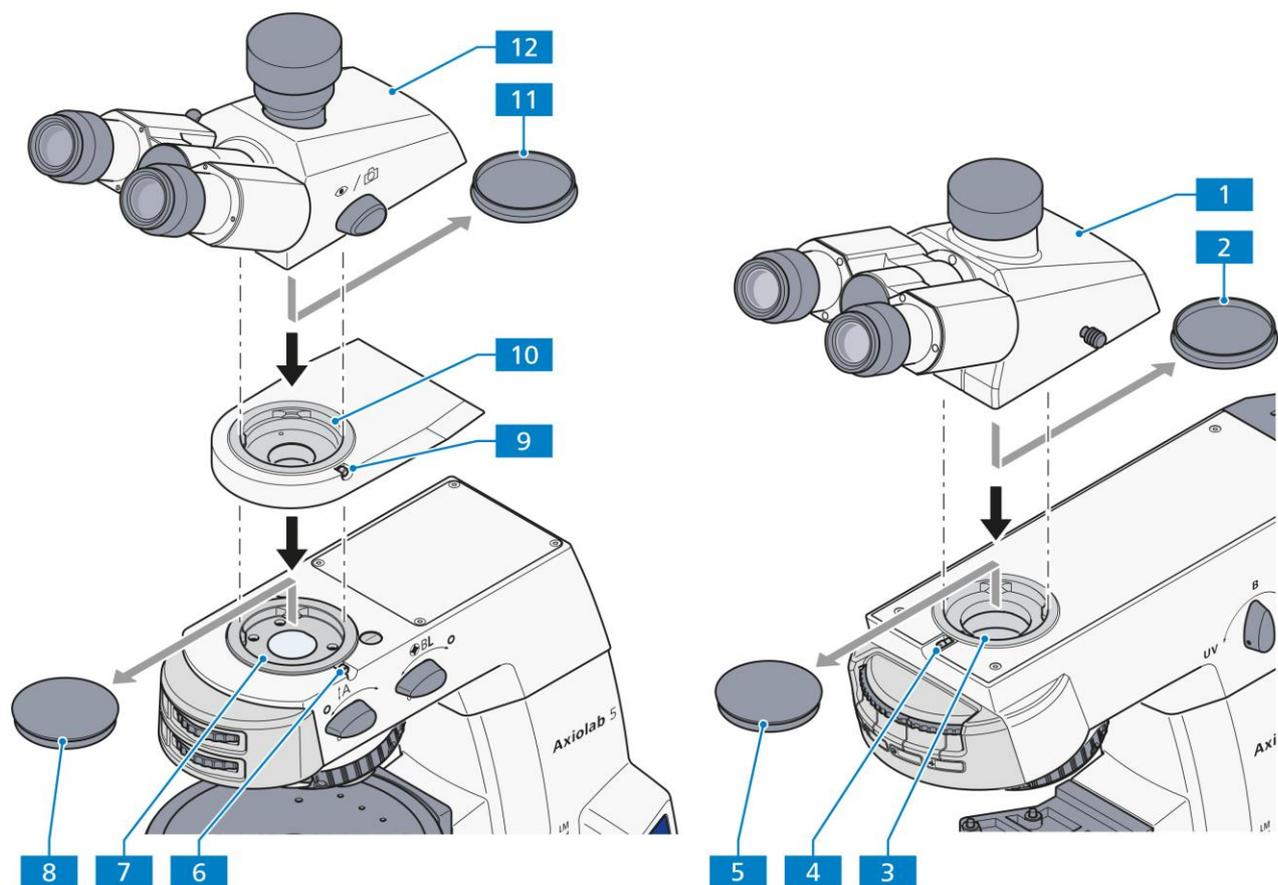

Abb. 3-3 Binokulartubus ansetzen
- Innensechskantschraube (Abb. 3-3/4) mit einem Innensechskantschlüssel (SW 3) lösen. Staubschutzkappen (Abb. 3-3/2, 5) von der Tubusunterseite und der stativseitigen Ringschwalbenaufnahme abnehmen.
- Den binokularen Tubus bzw. den binokularen Fototubus (Abb. 3-3/1) schräg halten, mit der Ringschwalbe in die Stativaufnahme (Abb. 3-3/3) einsetzen und in waagerechter Lage andrücken. Den Binokulartubus in die gewünschte Beobachtungsstellung drehen und die Innensechskantschraube mit Innensechskantschlüssel wieder anziehen.
- Innensechskantschraube (Abb. 3-3/6) mit einem Innensechskantschlüssel (SW 3) lösen. Staubschutzkappen (Abb. 3-3/8, 11) von der Tubusunterseite und der stativseitigen Ringschwalbenaufnahme abnehmen.
- Zwischenplatte (Abb. 3-3/10) mit der Ringschwalbe in die Stativaufnahme (Abb. 3-3/7) einsetzen und Innensechskantschraube (Abb. 3-3/6) festziehen.
- Den binokularen Tubus/Fototubus (Abb. 3-3/12) in die Zwischenplatte einsetzen, ausrichten und die Schraube (Abb. 3-3/9) mit dem Innensechskantschlüssel festziehen.